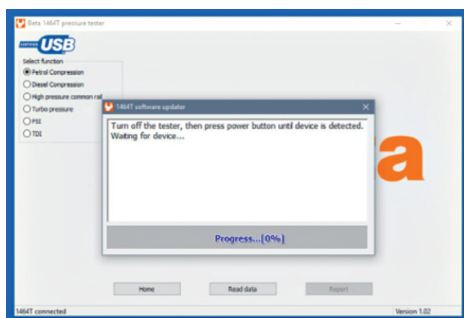
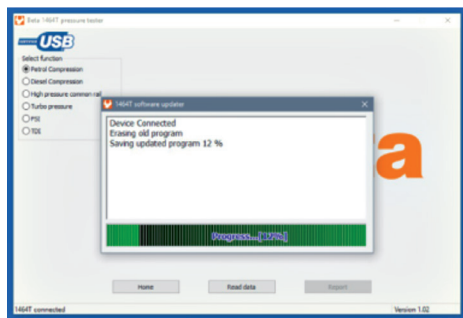

Fig. 5
Fig. 6
- Le message suivant (cf. fig. 5) indiquera d'arrêter le testeur et d'appuyer longuement sur la touche de mise en marche jusqu'à la détection du testeur par le PC. **Pendant cette phase, il est extrêmement important d'appuyer longuement sur la touche de mise en marche (pendant environ 6 secondes) jusqu'à la détection du driver de la part du PC dans la modalité de mise à jour (cf. fig. 6).**
- Une fois le testeur détecté, le processus de mise à jour sera lancé (cf. fig. 6).